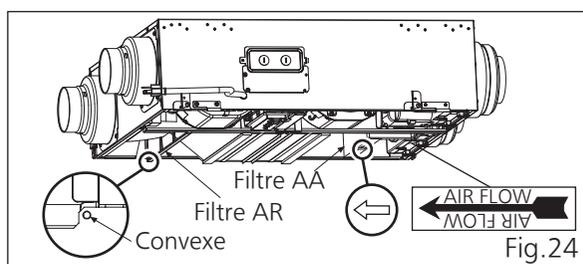

Fig.24
1. Inscrivez la date de début sur le filtre AA avant de mettre l'appareil en marche. Consultez P.17~P.18 (Fig.20~22) et P.18 (Fig.24~25) pour la méthode de retrait et d'installation du filtre AA.
4. Remplacez les filtres AA et AR. Assurez-vous que le filtre AR s'adapte au convexe et que le sens de la flèche sur le filtre AA est dans la direction du flux d'air affiché sur l'étiquette juste à côté. (Fig.24)